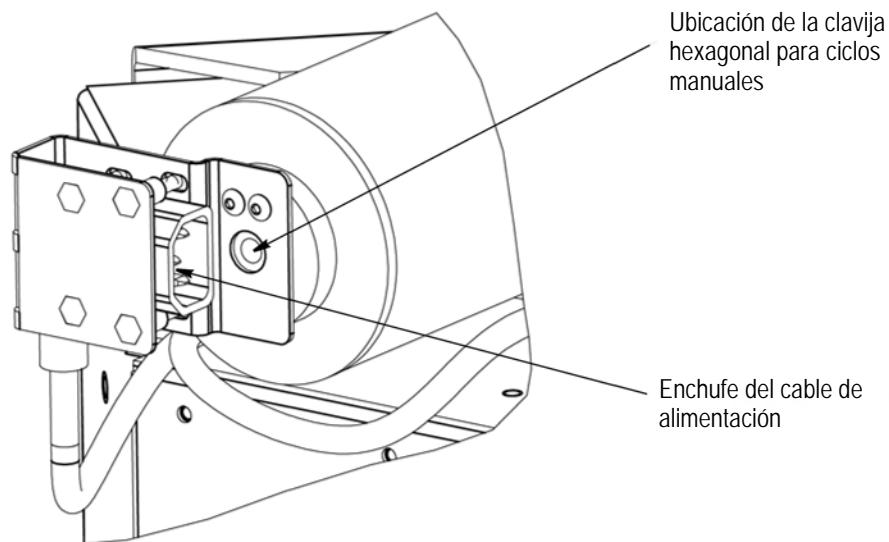
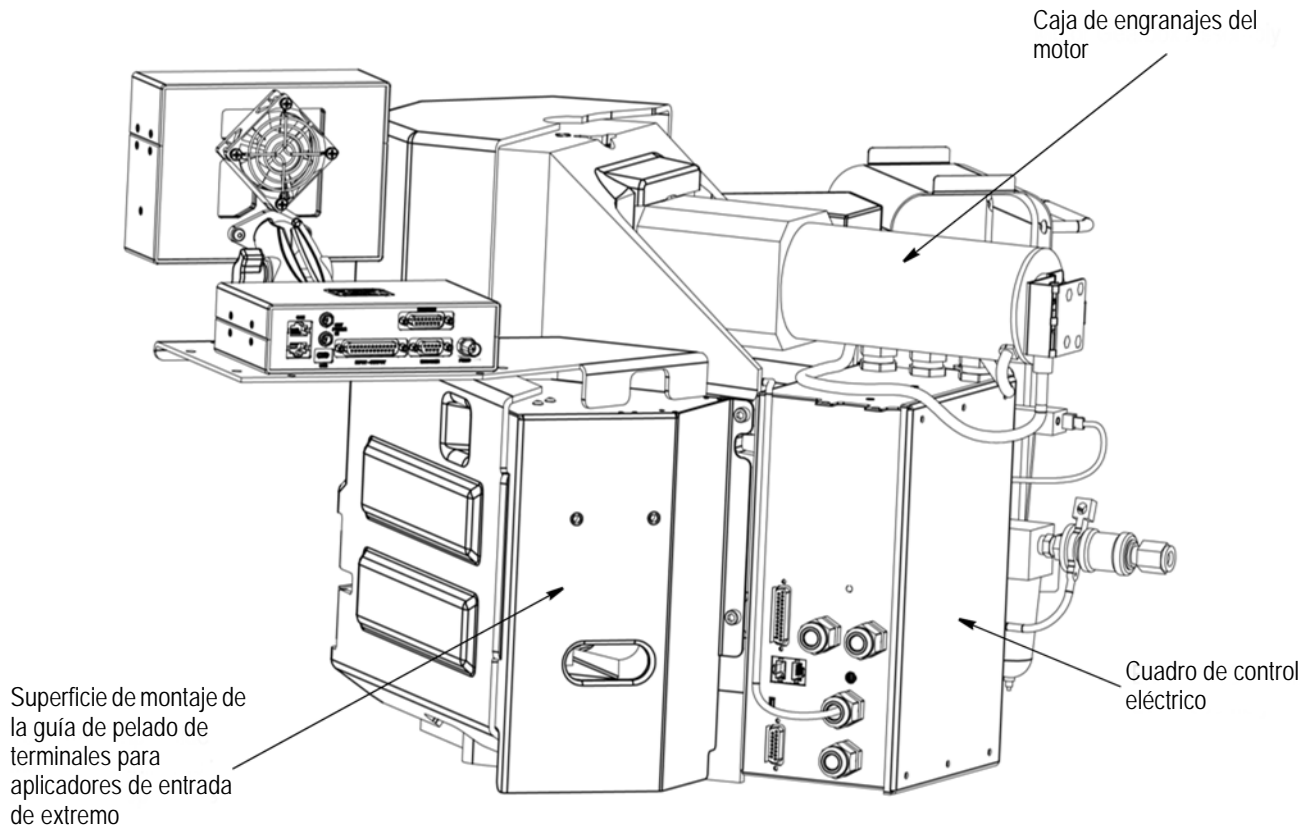

Figura 3
Figura 4
1. El **grupo motor** incluye un motor de corriente continua que mueve un cigüeñal. Consulte la Figura 3 y la Figura 4. El motor se activa cada ciclo y gira el cigüeñal una vuelta completa. En el extremo del motor hay una clavija hexagonal que permite al motor dar ciclos manualmente. Se accede a la clavija hexagonal desenchufando el cable de alimentación de la parte trasera del motor.